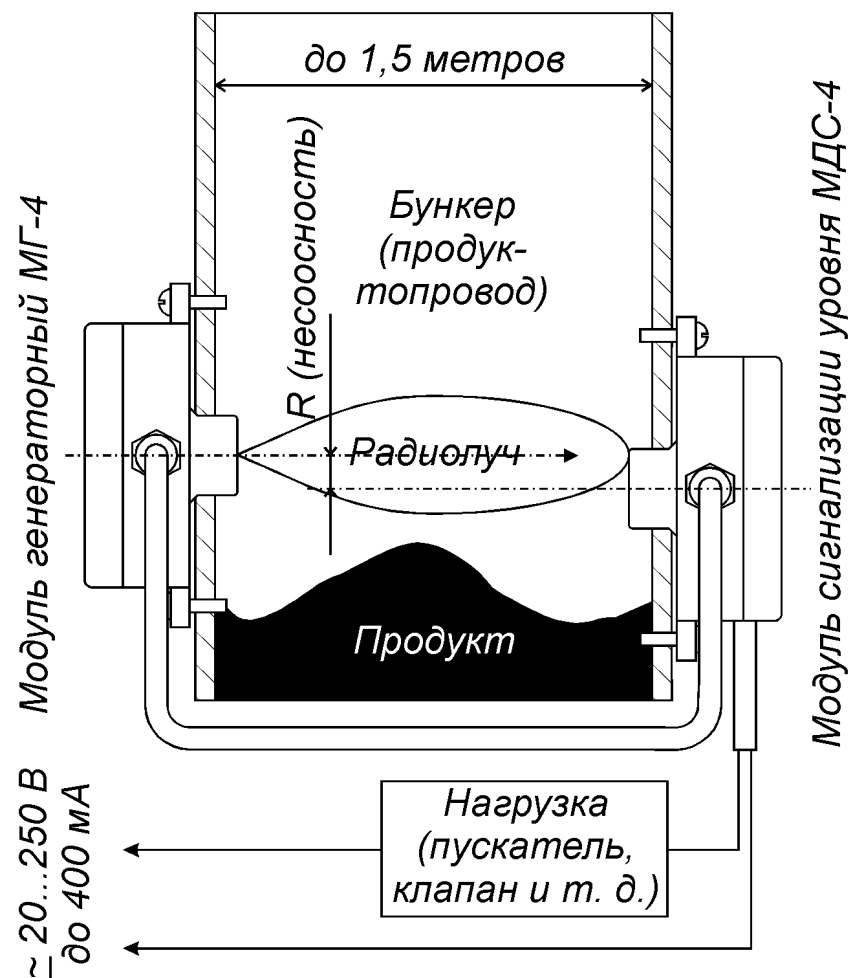
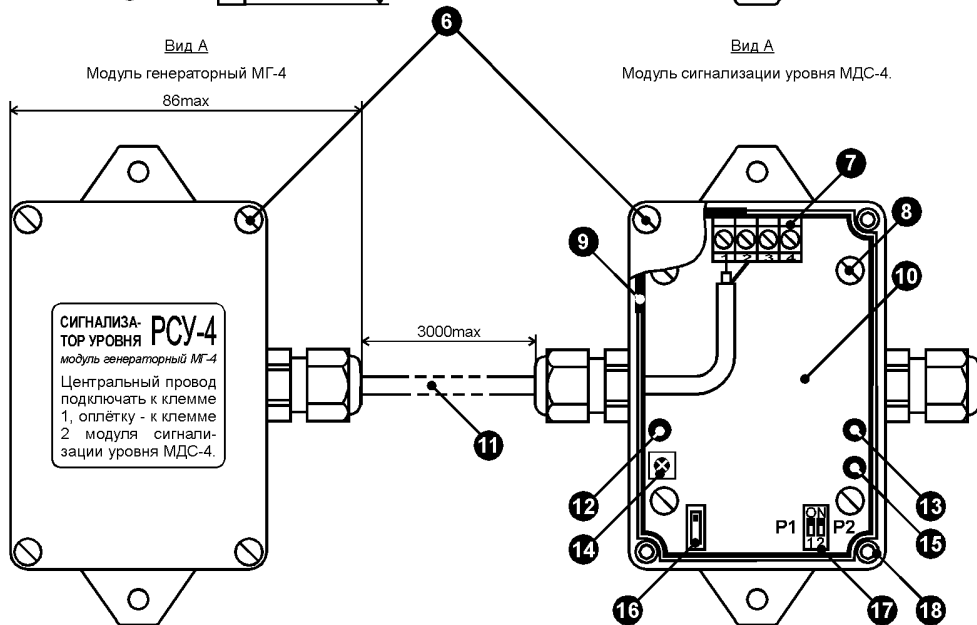

Рис. 1. Принцип действия сигнализатора уровня РСУ-4.
Рис. 2. Конструкция сигнализатора уровня РСУ-4.
Принцип действия сигнализатора основан на ослаблении амплитуды радиосигнала, проходящего сквозь слой контролируемого продукта (рис. 1).
Сигнализатор уровня РСУ-4 состоит из модуля генераторного МГ-4 и модуля сигнализации уровня МДС-4 (рис. 2). Модули собраны в одинаковых корпусах (поз. 5). Корпус через уплотнитель (поз. 9) закрывается крышкой (поз. 3), которая фиксируется четырьмя винтами (поз. 6). Винты вворачиваются в резьбовые втулки (поз. 18), запрессованные в корпус. Для крепления корпуса предусмотрено два отверстия (поз. 1). На боковых стенках модулей установлены кабельные вводы (поз. 2): один на модуле МГ-4 и два - на модуле МДС-4. При монтаже модулей на бункер (продуктопровод) используются вставки полиуретановые ВПУ-15 (поз. 4). Электрическое соединение модулей между собой производится с помощью коаксиального кабеля (поз. 11) длиной 3 метра: кабель является составной частью модуля МГ-4. Вставки ВПУ-15 и коаксиальный кабель входят в комплект поставки.
б) переключатель «Порог» (поз. 16). Установка этого переключателя в верхнее по рис. 2 положение снижает чувствительность РСУ-4, позволяя использовать его на продуктопроводах небольшого сечения (минимальное расстояние между модулями МГ-4 и МДС-4 – 10 см).
Переключатель P1 определяет логику работы РСУ-4. В нижнем по рис. 2 положении сигнализатор будет «замкнут» при отсутствии продукта в точке установки, «размыкая» цепь нагрузки при подпоре. Если переключатель P1 установлен в верхнее положение (положение «ON»), то логика работы меняется на противоположную: при подпоре РСУ-4 «замыкается», включая внешнюю цепь.
Переключатель P2 используется только при настройке сигнализатора. Если установить его в верхнее по рис. 2 положение (положение «ON»), то независимо от наличия / отсутствия подпора РСУ-4 всегда «замкнут» (если P1 находится в нижнем по рис. 2 положении) или всегда «разомкнут» (если P1 находится в положении «ON»). После окончания настройки P2 необходимо установить в нижнее положение.
Монтаж сигнализатора необходимо проводить в строгом соответствии с рис. 1. Место установки должно располагаться там, где поток продукта, поступающего в бункер (продуктопровод), не перекрывает трассу распространения радиолуча. В местах установки модулей следует обеспечить параллельность противоположных стенок бункера (продуктопровода).
Установочные отверстия для модулей должны (по возможности) располагаться соосно: это повысит чувствительность РСУ-4 и позволит сигнализатору работать при более толстых слоях налипания. Несосоность установки (R на рис. 1) не должна превышать 10% от ширины или диаметра бункера (продуктопровода).
Проверка работоспособности и настройка изделия производится после монтажа, непосредственно на контролируемом объекте. Схема подключения сигнализатора изображена на рис. 1 и крышке модуля МДС-4. Расположение органов регулировки и индикаторов показано на рис. 2.
3. Установить переключатель Р1 «Нагрузка» в требуемое положение. Если при подпоре необходимо отключать цепь нагрузки, то Р1 должен быть установлен в нижнее по рис. 2 положение. Если при подпоре следует включать внешнюю цепь (например, запускать механизмы выгрузки продукта из бункера), то Р1 следует установить в верхнее положение (положение «ON»).
5. Установить переключатель «Порог» в нижнее по рис. 2 положение («Высокая чувствительность»).
б) перевести переключатель «Порог» в верхнее по рис. 2 положение («Низкая чувствительность»).
11. Установить переключатель Р2 «Режим» в нижнее по рис. 2 положение («Работа»).